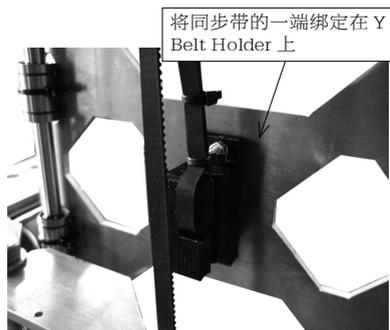

图 3-53 固定 Y 轴上的同步带
(3) 接着安装 Y 轴底盘上的同步压带。需要用到的是 900mm 的 GT2 同步带, 此时可以将同步带的一端先绑定在热床底板下的 Y Belt Holder 上, 如图 3-53 所示。